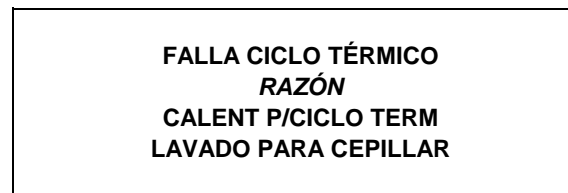

Figura 18
**Bloqueo suave:** Si no se ha iniciado un ciclo de tratamiento térmico en las últimas 24 horas, ocurrirá un bloqueo suave. Un bloqueo suave permite al operador corregir la causa del bloqueo. El operador tiene la opción de iniciar otro ciclo térmico o de cepillar la máquina. Cuando ocurre un bloqueo suave, la máquina pasa a la modalidad de espera. En la pantalla se presenta el siguiente mensaje. La razón del bloqueo suave se indica en la segunda línea. (Vea la figura 18.)